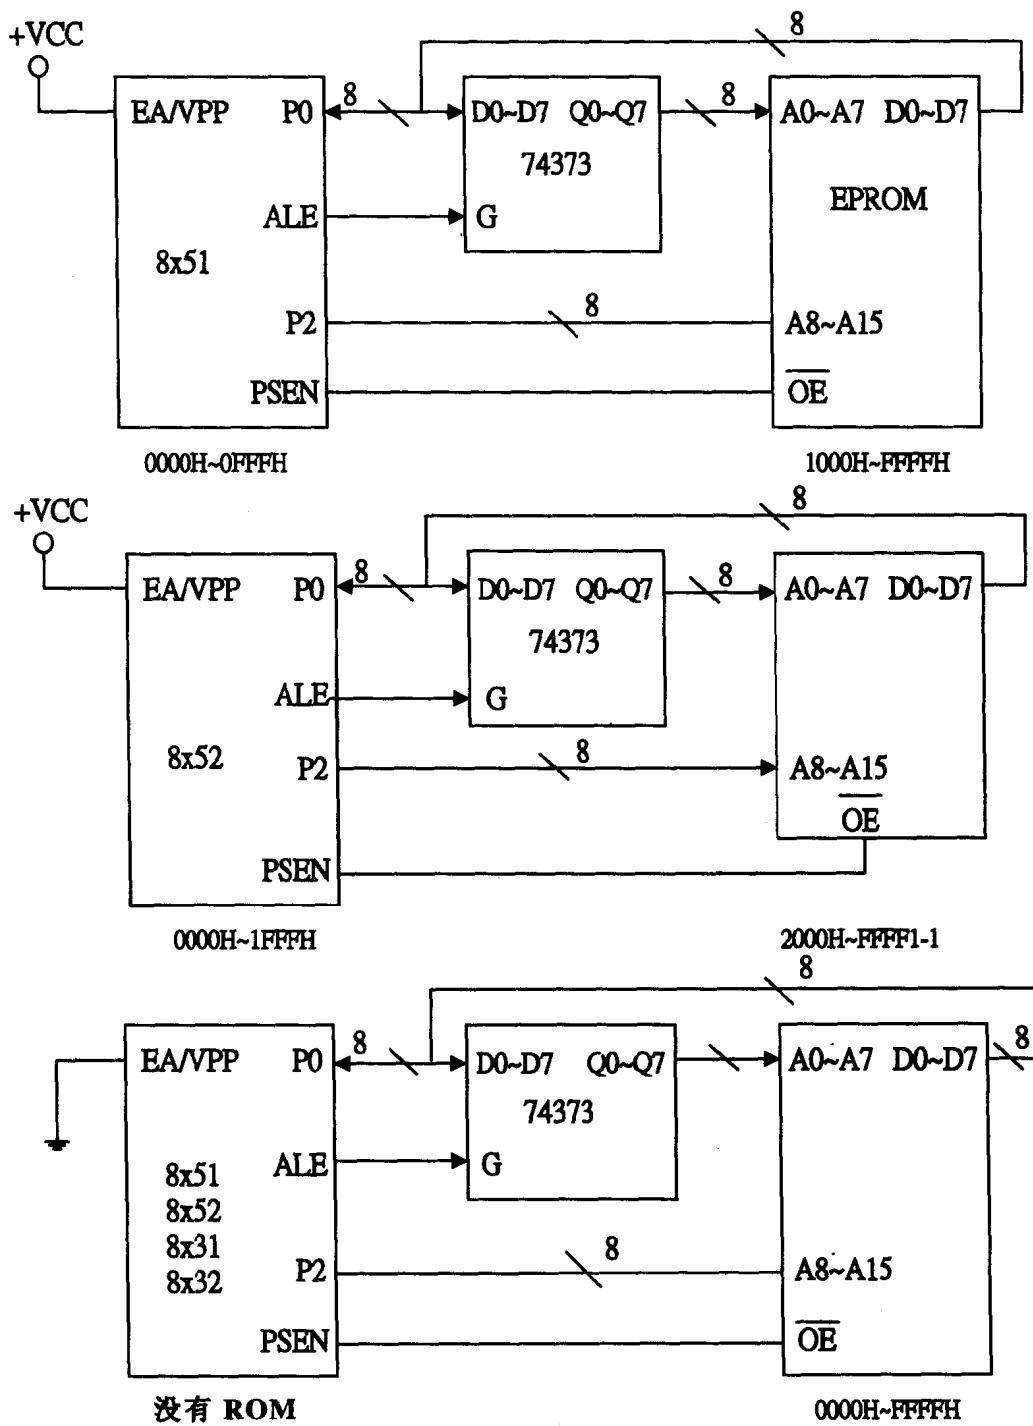

图 0-4
- (1) 读取内部程序存储器时: 不工作。
- (2) 读取外部程序存储器 (EPROM) 时: 在每个机械周期会工作两次。
- (3) 存取外部数据存储器 (SRAM) 时: 不工作。
- (4) 读取外接 EPROM, 与 EPROM 的/OE 脚连接。
9. **EA/VPP**: 如图 0-4。